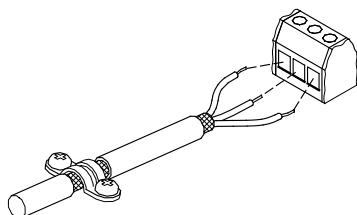

Abb. 37 Beispiel für ein abisiertes Kabel mit Schirm
- Der Schirm ist so dicht wie möglich an den Anschlussklemmen aufzulegen. Siehe Abb. 37.